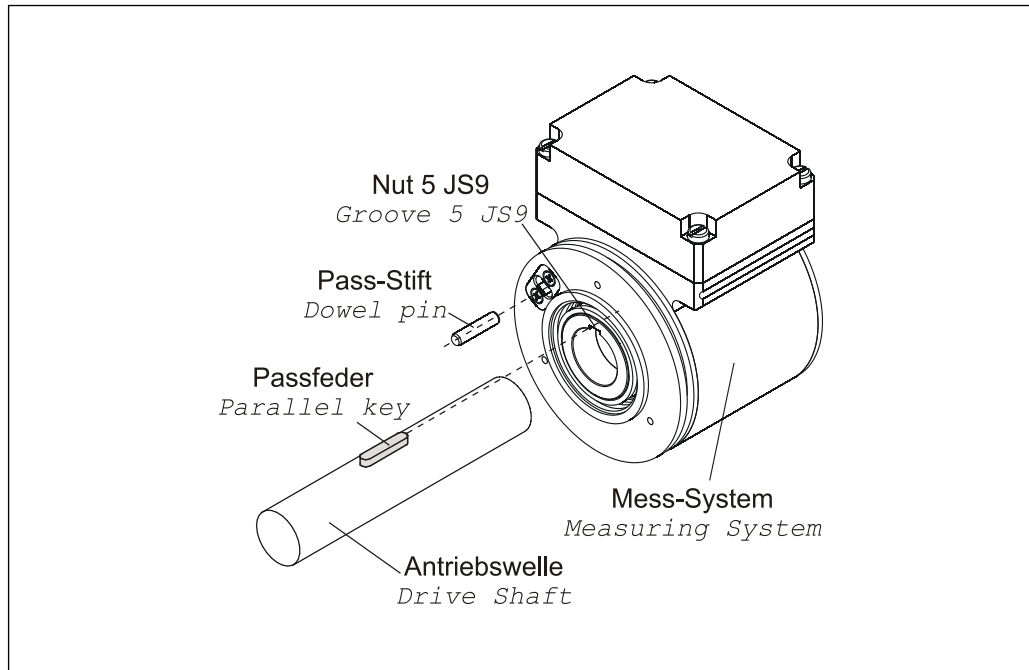

Abbildung 5: Formschluss
- Radiales Verrutschen des Mess-Systems auf der Antriebswelle ist mittels Formschluss durch den Einsatz einer Passfeder- / Nut-Kombination zu verhindern, die Fixierung des Mess-Systems ist über einen Pass-Stift auf der Antriebsseite vorzunehmen, siehe Abbildung 5.